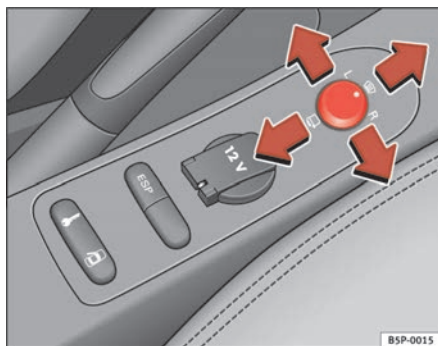

Fig. 90 Interruptor dos espelhos exteriores
1. Em primeiro lugar, rodar o botão giratório ⇒ **fig. 90** para a posição **L (espelho retrovisor da esquerda)**.
- Gire o comando para a frente, na posição central ⇒ **fig. 90** **1**, para que os retrovisores térmicos aqueçam e a função de vidro pára-brisas aquecível* na zona de repouso das escovas, fique activa ⇒ página 124.
- Rodar o botão ⇒ **fig. 90** para a posição  para dobrar os espelhos exteriores para dentro. Antes de entrar numa instalação de lavagem automática, dobrar sempre os espelhos exteriores para dentro, a fim de evitar danos.